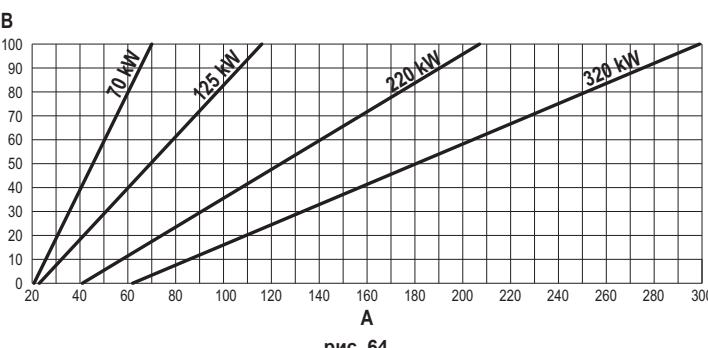

рис. 64
- Нажмите на контекстные клавиши 1 и 2 для увеличения или уменьшения теплопроизводительности (минимальная = 00 - максимальная = 100). См. диаграмму "Регулировка теплового расхода" (рис. 64).